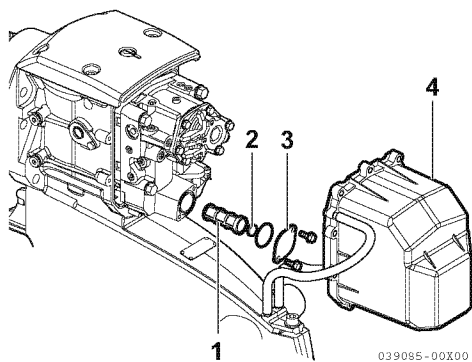

Figura 13
8. Retire a cobertura da placa da caixa (4, **Figura 13**), a cobertura do filtro (3, **Figura 13**), o íman (2, **Figura 13**) e o filtro (1, **Figura 13**). Limpe ou substitua o filtro e o íman.